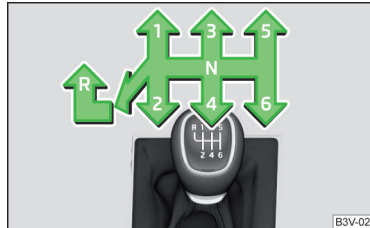

Abb. 260
Auf dem Schalthebel ist das Schaltschema für die einzelnen Gangstellungen dargestellt » Abb. 260.
- › Den Schalthebel nach unten drücken, völlig nach links und dann nach vorn in **R**-Stellung stellen » Abb. 260.